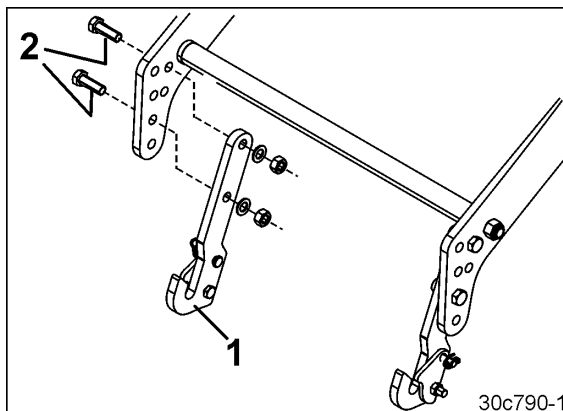

Fig. 88
1. Fastgør (Fig. 88/1) med hver to skruer (Fig. 88/2) på liftrammen.